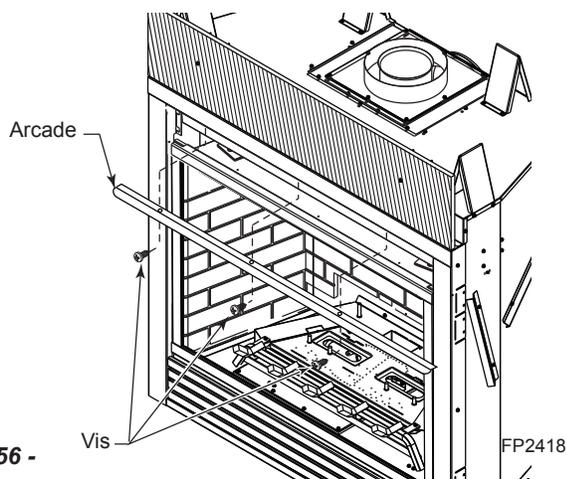

Figure 56 -
2. Attachez l'auvent sous la partie supérieure du blindage extérieur à l'aide des trois (3) vis fournies. *Figure 56*